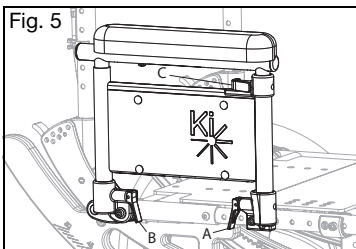

Fig. 5
1. Instalación (Fig. 5)
- a. Accione ambas palancas (Fig. 5:A y B) hacia arriba.
- a. Accione la palanca (Fig. 5:C) hacia adelante.
- a. Accione la palanca (Fig. 5:A) del alojamiento delantero del apoyabrazos.
- a. Accione las palancas (Fig. 5:A & B) hacia arriba en ambos alojamientos.